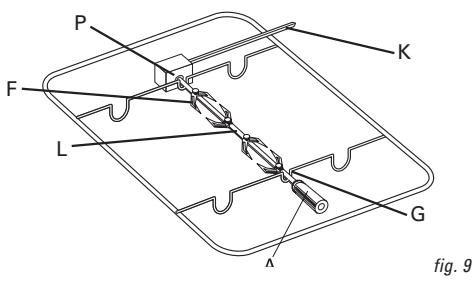

fig. 9
- Embrochez les aliments (L) et fixez-les solidement avec les crochets (F) de façon bien équilibrée. Voir fig. 9.
- Enfoncez le tournebroche dans l'ouverture (P) du raccord et posez-le dans le crochet sur la face avant (G).